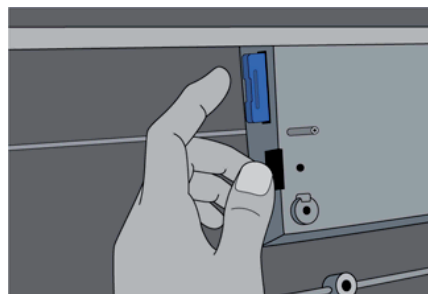

ABBILDUNG 47
6. Entnehmen Sie nun die Karte und merken sich dabei die ursprüngliche Einschubrichtung (siehe Abbildung 47).